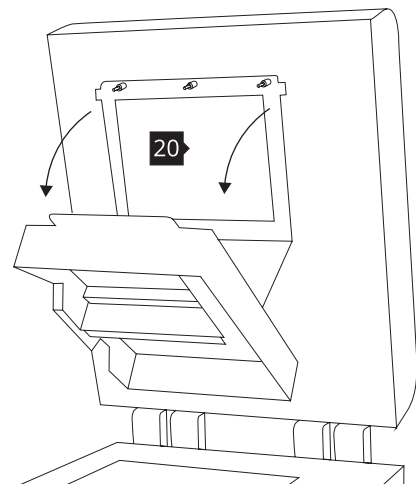

Bild 8. Heizungsmodul - Öffnung.
3. Senken Sie das Heizmodul, um Zugang zu der für das LASERSCHUTZGLAS **20** vorgesehenen Stelle zu erhalten (Bild 8).